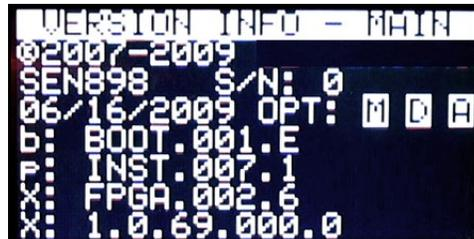

Figura 53: Pantalla de verificación de software
- c. Vuelva a presionar **[ENT]** para acceder a Main (Principal). La pantalla debe ser similar a la *Figura 53* que aparece a continuación.